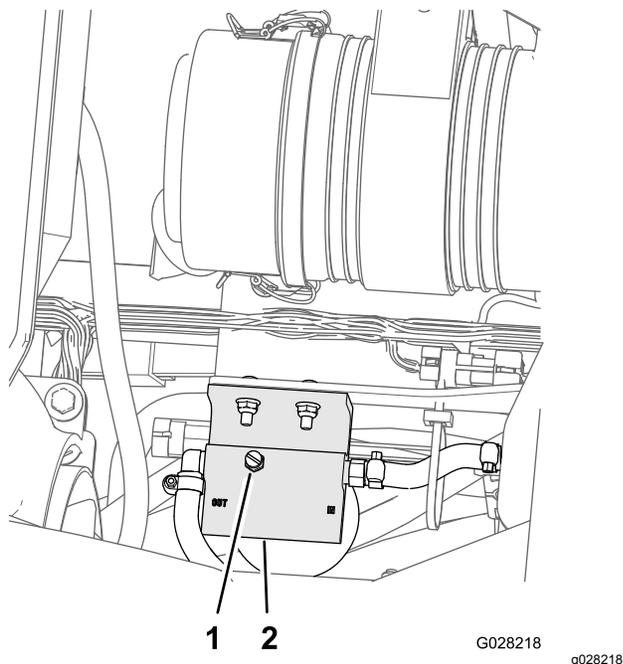

Figura 75
- Desaperte o tampão de ventilação na parte superior do separador combustível/óleo (Figura 75).
- Aperte o tampão de ventilação e rode o interruptor da ignição para a posição DESLIGAR (Figura 75).